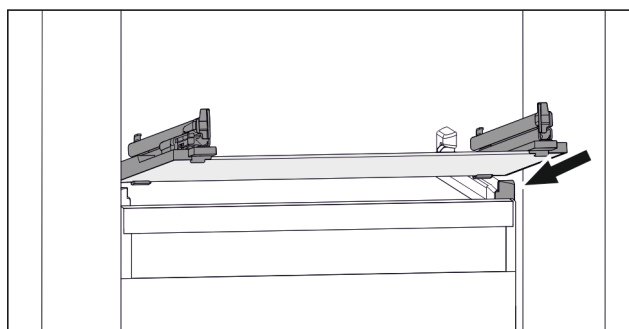

Fig. 111 Príklad zobrazenia sklenenej dosky
- ▶ Nasad'te sklenenú dosku šikmo za zarážkami. (pozri Fig. 111)